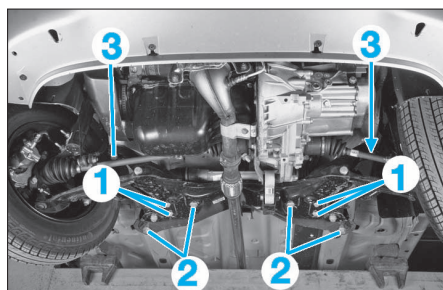

FIG. 15
- Déposer les de fixation (2) et (3) (Fig.15).